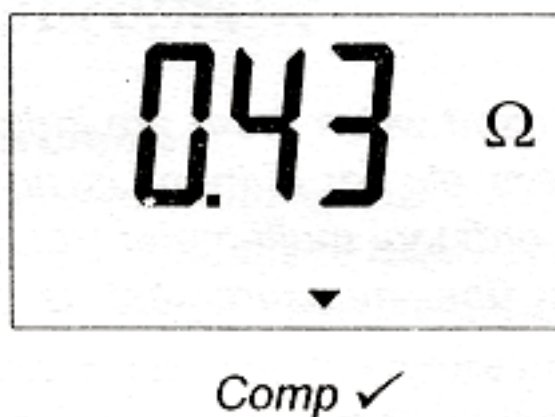

Рисунок. 8. Пример результата испытания $R_{\pm 200 \text{ mA}}$, испытательные провода скомпенсированы
- На экране отображается результат измерения (Целостность цепи), смотрите рисунок 8.